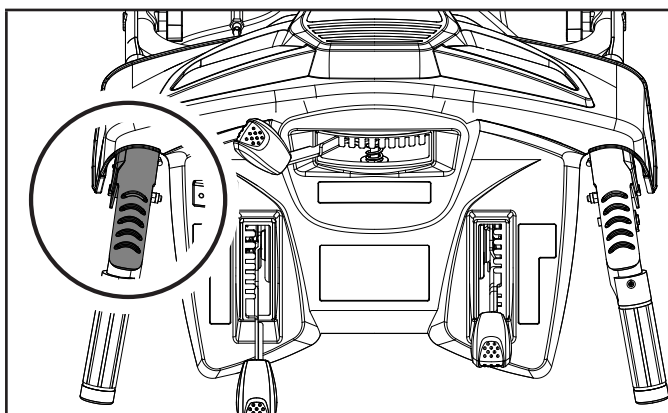

Figure 14
<p>Poignée de commande de la conduite automatique. Située sur la poignée de gauche. (figure 14)</p>
1. Situé sur le côté gauche (derrière la souffleuse). Lorsque la souffleuse à neige est embrayée, poussez ce levier dans la direction de la poignée pour engager les roues. Si le levier de commande autopropulsion est relâché, le déplacement de la machine cesse. (figure 14)